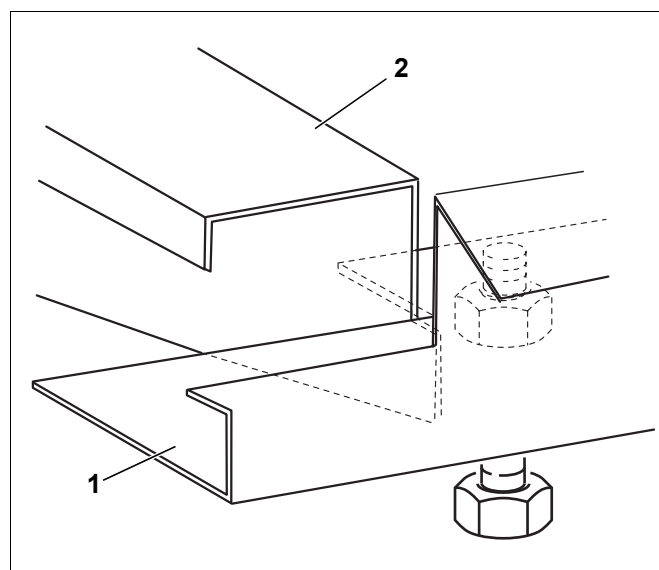

Рис. 39 Продольная планка на поперечной траверсе
- ▶ Установите продольную планку (рис. 39, [1]) с вырезом спереди на вырез поперечной траверсы (рис. 39, [2]).